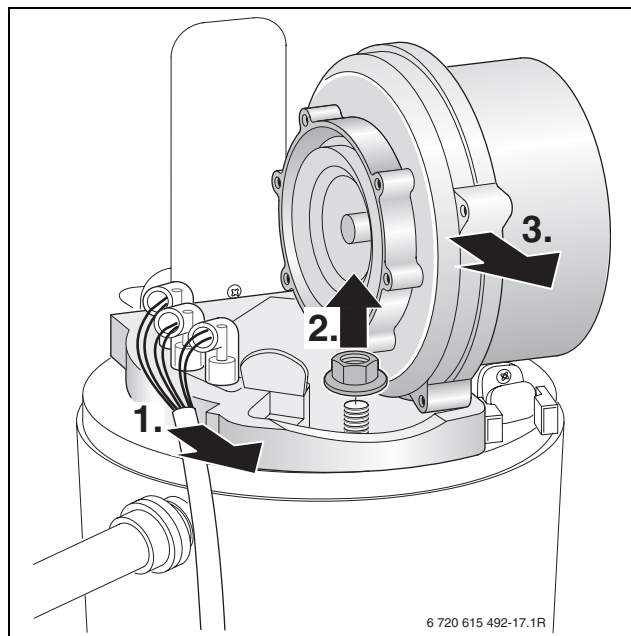

Bild 55
- ▶ Kabel der Zünd- und Überwachungselektrode abziehen, → Bild 55.